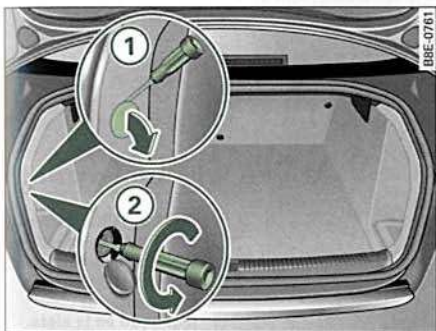
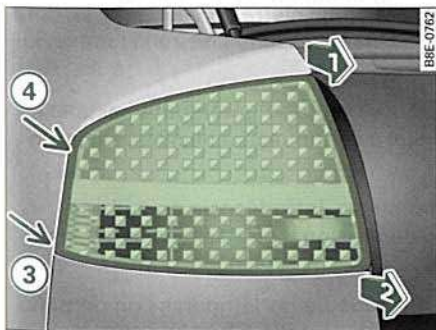

Fig. 257 Maletero: Posición del tornillo de fijación para la unidad de luz trasera
Fig. 258 Desmontar la unidad de luz trasera en la aleta
- Retire la cubierta haciendo palanca con un destornillador en el rebaje $\Rightarrow$ fig. 257 ①.
- Desenroscar el tornillo que hay detrás con un destornillador (flecha) ②.
- Tire de la unidad de luz trasera a uno y otro lado (en la dirección de las flechas) $\Rightarrow$ fig. 258 posiciones ① y ② hasta que salga de su alojamiento (posiciones ③ y ④).